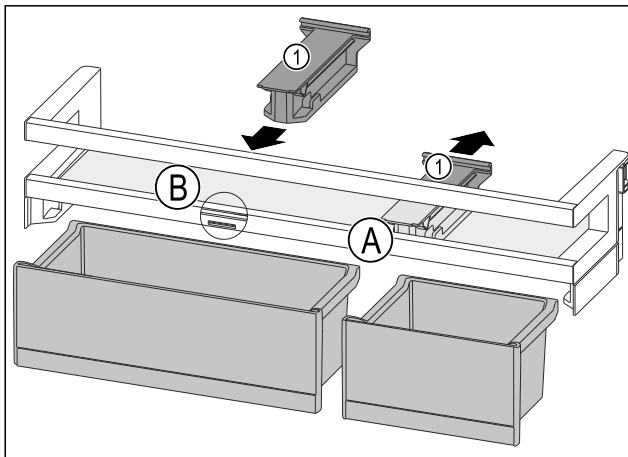

Fig. 125
- Halteteil Fig. 125 (1) in Position Fig. 125 (A) nach hinten abziehen.
- Halteteil Fig. 125 (1) in Position Fig. 125 (B) einsetzen.